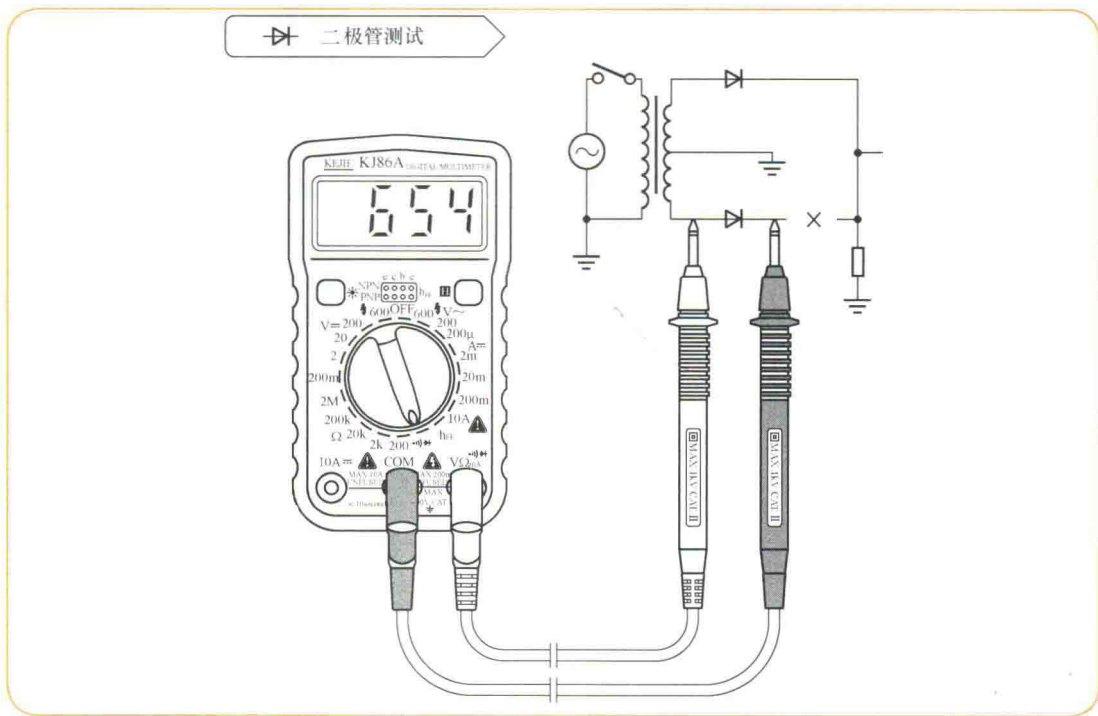

图1-15 KJ86A万用表测二极管示意图
(5) 测量二极管。把表盘上的功能开关置于“ ∇ ”挡位，把表笔接在被测二极管两端即可。测量二极管情况如图1-15所示。